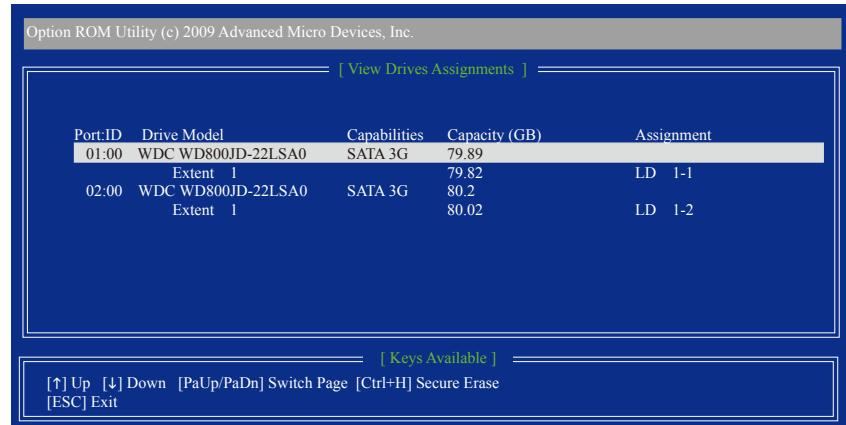

图8
6. 接着出现以下信息时，按<Ctrl>+<Y>键选择清除主开机记录，或是按其他键忽略此选项。接下来将出现如图8的画面。